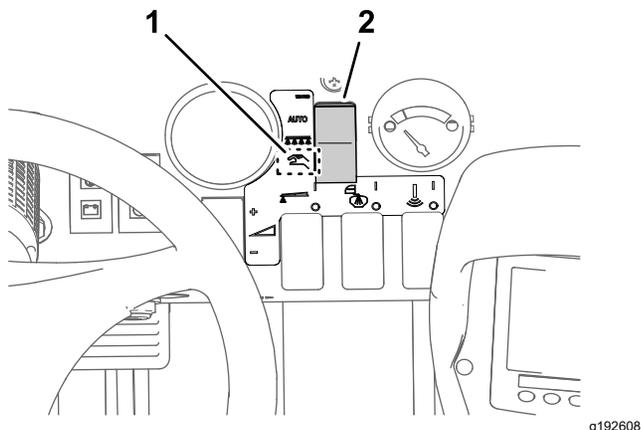

Рисунок 41
2. Установите кнопку режима опрыскивателя в ручной режим (Рисунок 41).